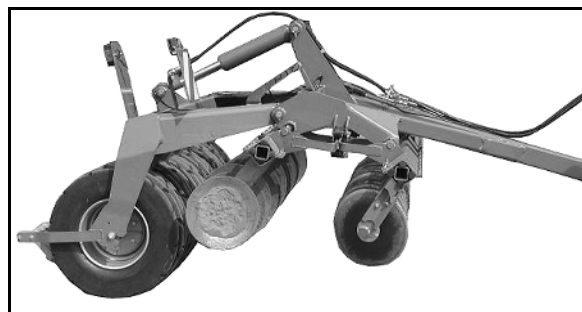

Bild 29
- Lyft ut båda tallriksraderna helt (Bild 29).